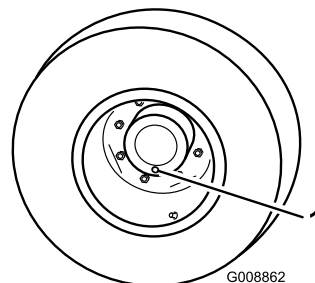

Figura 64
1. Con la macchina parcheggiata su una superficie piana, posizionate la ruota in modo che uno dei tappi di controllo/spurgo si trovi nella posizione inferiore (ore 6) (Figura 64).